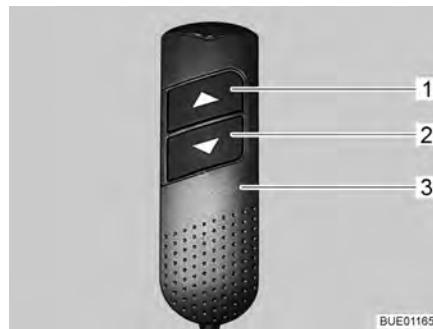

Bild 76 Fjärrkontroll
- Ta fjärrkontrollen (Bild 76,3) och tryck samtidigt på båda pilknapparna (Bild 76,1 och 2) tills den höjbara sängen har körts ända upp och en pip-signal hörs.
- Ta fjärrkontrollen (Bild 76,3) och tryck på den nedre pilknappen (Bild 76,2) tills den höjbara sängen har körts ända ned.
- Ta fjärrkontrollen (Bild 76,3) och tryck på den övre pilknappen (Bild 76,1) tills den höjbara sängen har körts ända upp.
- Efter återställningen ska den höjbara sängen köras med pilknappen (Bild 76,1 eller 2) i motsatt riktning tills det tar stopp.